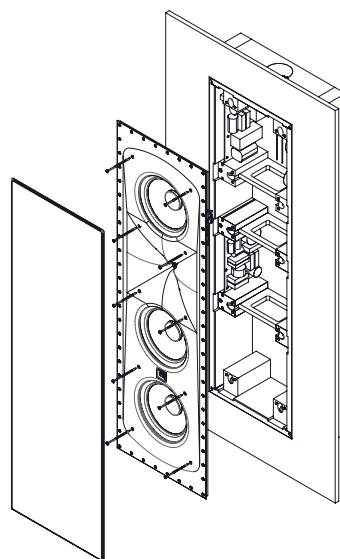

图 18
4. 用随附的十个螺丝，将挡板安装到机背盒上（见图 18）。从中间的安装螺丝开始拧紧。